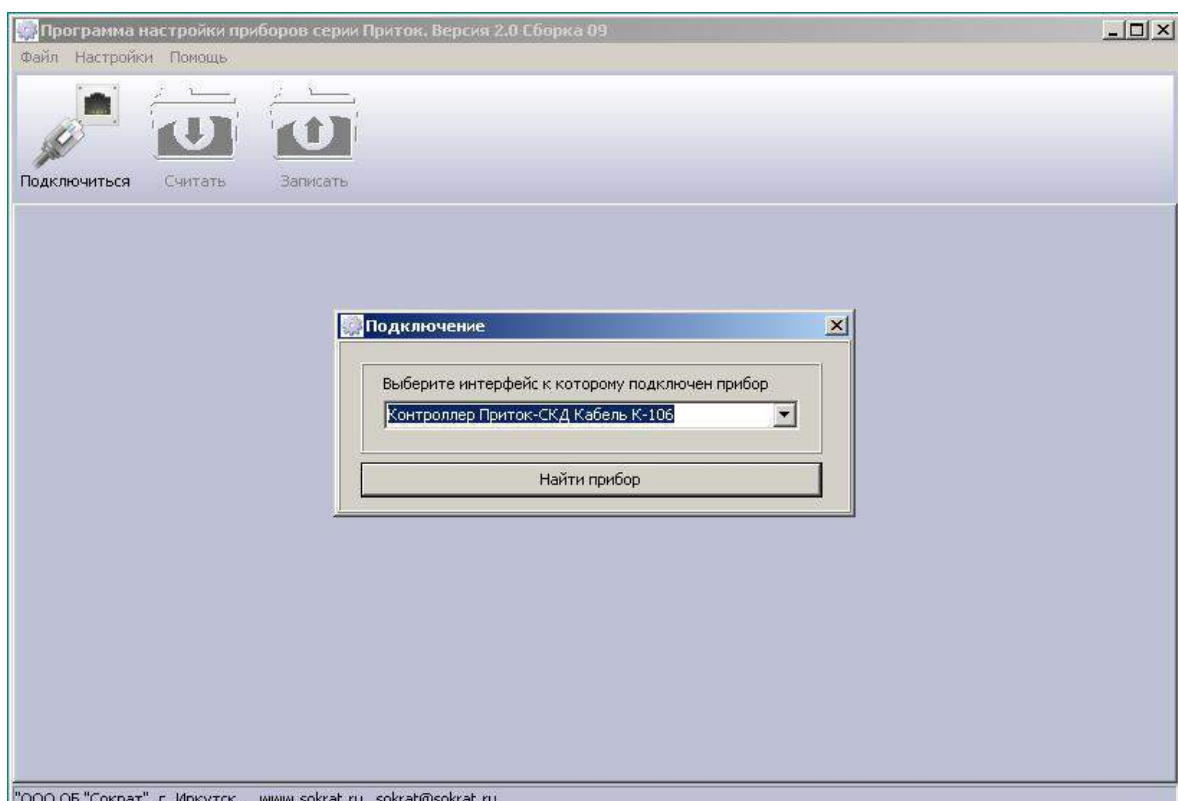

Рисунок 1. Выбор интерфейса контроллера Приток-СКД
- в открывшемся диалоговом окне выбрать интерфейс подключения «Контроллер ПРИТОК-СКД» и нажать клавишу «НАЙТИ ПРИБОР», программа выполнит автоматический поиск подключенных контроллеров и выполнит чтение текущих параметров. Пример диалогового окна на рис. 1;